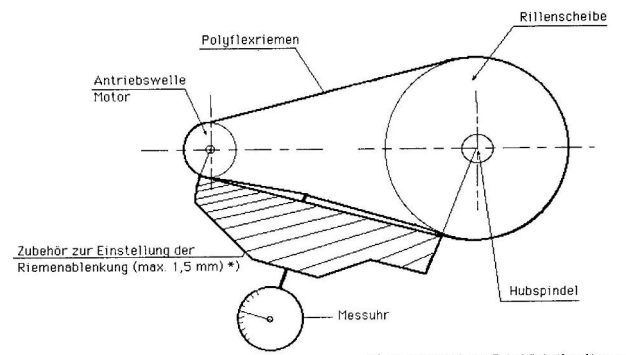

Figure 16 : Instrument de mesure
- Positionner l'appareil de mesure sur la courroie Polyflex comme indiqué dans la Figure 16, 17.